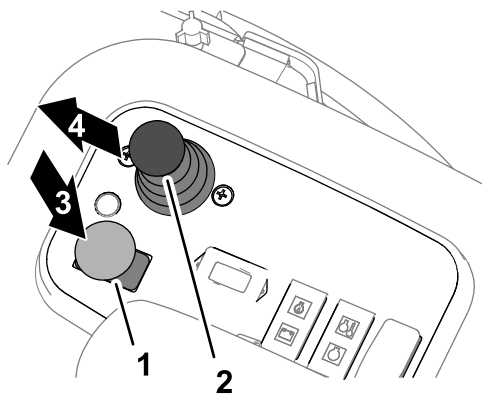

Figura 35
3. Mova o interruptor da transmissão da unidade de corte para DESENGATAR (Figura 35).
5. Use a alavanca de descida e corte/elevação para baixar as unidades de corte (Figura 35).